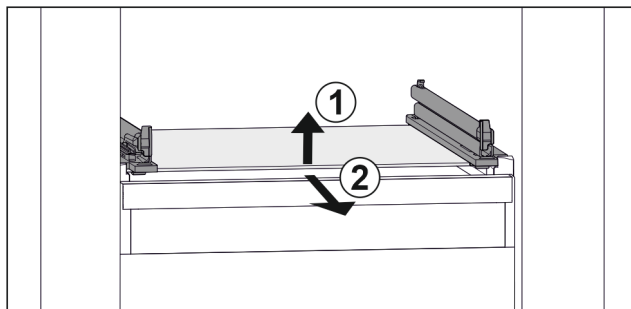

Fig. 50 Exempel på glashylla
- ▶ Lyft glashylla framtill. Fig. 50 (1)
- ▶ Ta ut glashylla framåt. Fig. 50 (2)